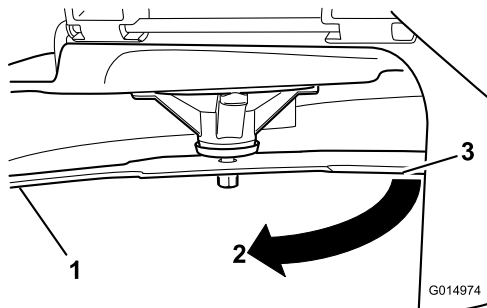

Figura 92
4. Gire la misma cuchilla 180 grados de manera que el otro extremo esté en la misma posición (**Figura 92**).